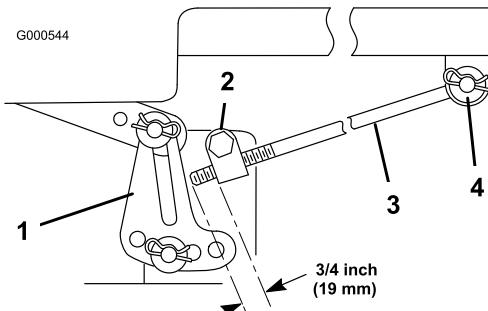

Figura 45
- Misurate la sporgenza dell'asta dal blocco di regolazione ai lati del telaio (Figura 45).
- Se l'asta **non** è lunga 19 mm, togliete la coppiglia a forcina e la rondella dall'estremità dell'asta di regolazione (Figura 45) e girate l'asta fino ad ottenere la lunghezza di 19 mm.